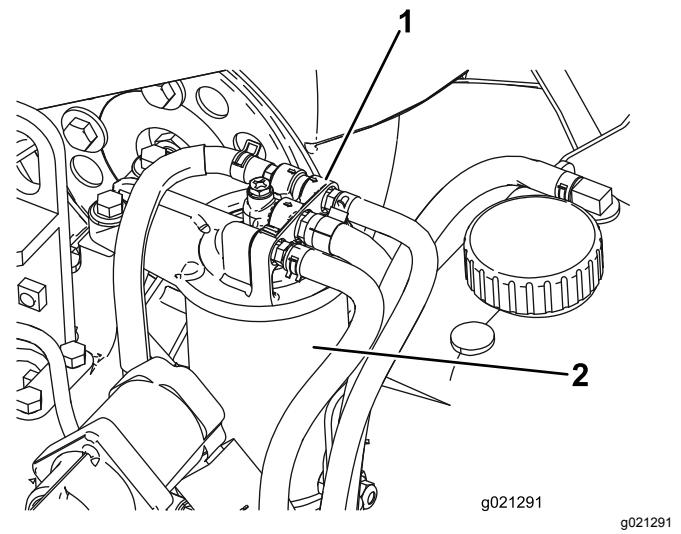

図 94
2. フィルタを外してフィルタヘッドの取り付け部をきれいに拭く図 94。
1. 燃料フィルタのヘッドの周囲をきれいに拭く図 94。